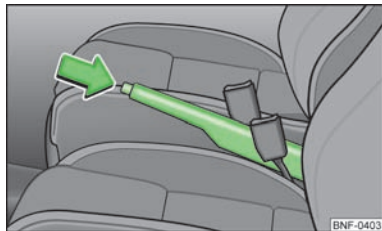

Fig. 62
- Tirez légèrement le levier de frein à main vers le haut et enfoncez **en même temps** le bouton de verrouillage » fig. 62.